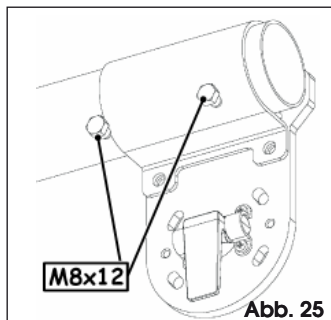

Abb. 25
5. Die Stange mit den anderen beiden Schrauben befestigen, Abb. 25.